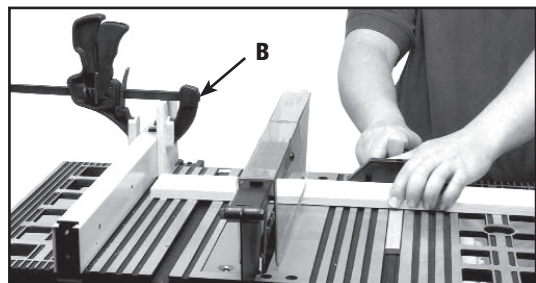

Fig. 39B
Ao executar um corte transversal em um certo número de peças no mesmo comprimento, um bloco de madeira (B) - Fig. 39B - pode ser preso à guia de corte e usado como regulador de corte, como mostra a Fig. 39B. É importante que bloco de madeira esteja sempre posicionado à frente da lâmina de serra conforme demonstrado. Uma vez que o comprimento do corte tenha sido determinado, prenda a guia de corte e use o graminho para introduzir a peça para o corte.
AO USAR O BLOCO (B) FIG. 39B COMO REGULADOR DE CORTE, É MUITO IMPORTANTE QUE A EXTREMIDADE TRASEIRA ESTEJA POSICIONADA PARA QUE A PEÇA DE TRABALHO NÃO TOQUE O BLOCO ANTES DE TOCAR A LÂMINA.